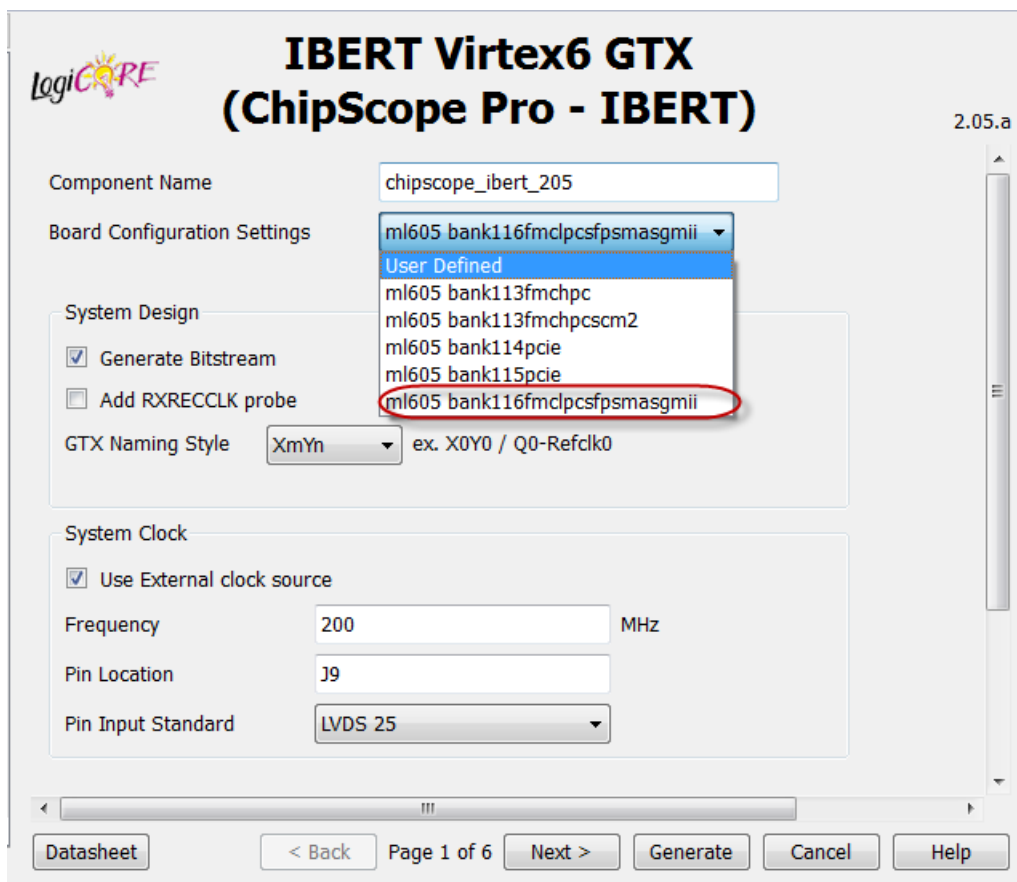

図 4 : [Board Configuration Settings] ダイアログ ボックス
5. コアのボード コンフィギュレーションを設定するダイアログ ボックス (図 4) の [Board Configuration Settings] ドロップダウン メニューから [ml605 bank116fmc1pcsfpsmasgmii] を選択します。
注記 : 図 4 に示すようなドロップダウン リストが表示されない場合は、前述の 2 番で別のデバイスを選択してしまっている可能性があります。